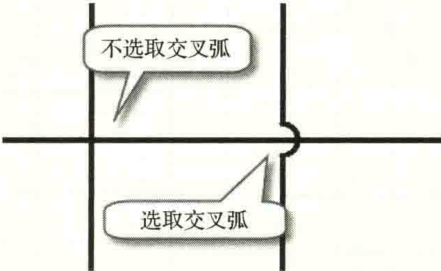

图 1-25 交叉弧的选取
(5) Display Cross-Overs (显示交叉弧)：开启此项设置之后，两条没有电气性能的导线交叉时，会以圆弧形方式显示，如图 1-25 所示。一般推荐此项不勾选。